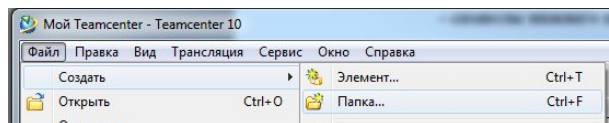

Рис. 6
2. Для создания папки выбрать пункт меню: **Файл – Создать –Папка** (Рис.6)